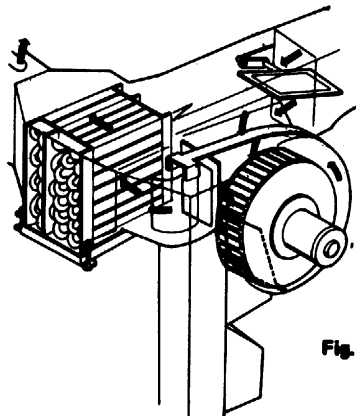

Fig. 61
Con la vettura in movimento, o azionando un potente ventilatore a due velocità con l'interruttore (14), si introduce nell'abitacolo un abbondante flusso d'aria che diventa calda o fredda se si muove la leva (24) oppure si ruoti il pomello (17) (fig. 61).
Le système prévoit quelques leviers de commande qui en simplifient l'emploi et qui permettent d'obtenir rapidement les conditions souhaitées, quelle que soit la température extérieure. Avec la voiture en mouvement ou en actionnant un puissant ventilateur à deux vitesses à l'aide de l'interrupteur (14) on introduit dans l'habitacle un abondant flux d'air qui devient chaud ou froid suivant que l'on déplace le levier (24) ou que l'on fasse tourner le pommeau (17) (Fig. 61).
With the vehicle in motion or, if not, by actuating a powerful two-speed impeller with switch (14), a plentiful flow of air is brought into the passenger compartment; this air becomes hot or cold depending on whether the lever (24) is shifted or the rotary knob (17) is turned (Fig. 61).
Bei fahrendem Wagen, oder durch Betaetigung eines starken Ventilators mit zwei Geschwindigkeiten (14) wird in das Wageninnere eine ausreichende Luftmenge eingefuehrt, die je nach Verstellung des Hebels (24) oder durch Drehung des Knopfes (17) kalt oder warm wird. (Abb. 61)